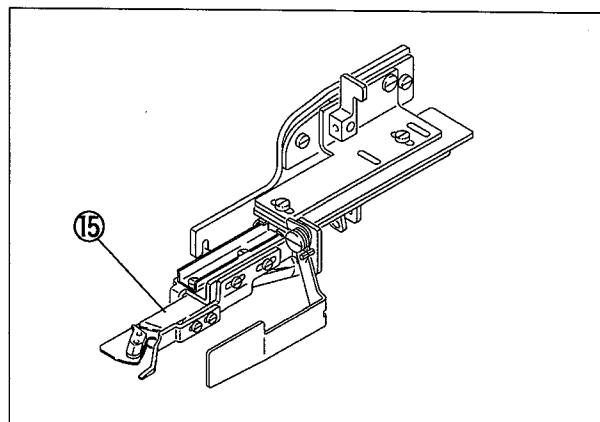

図4
- (6) 膝受ケ④を使って、吸込管⑮が最左端(セット位置)に移動し固定されることを確認する。(図4 参照)